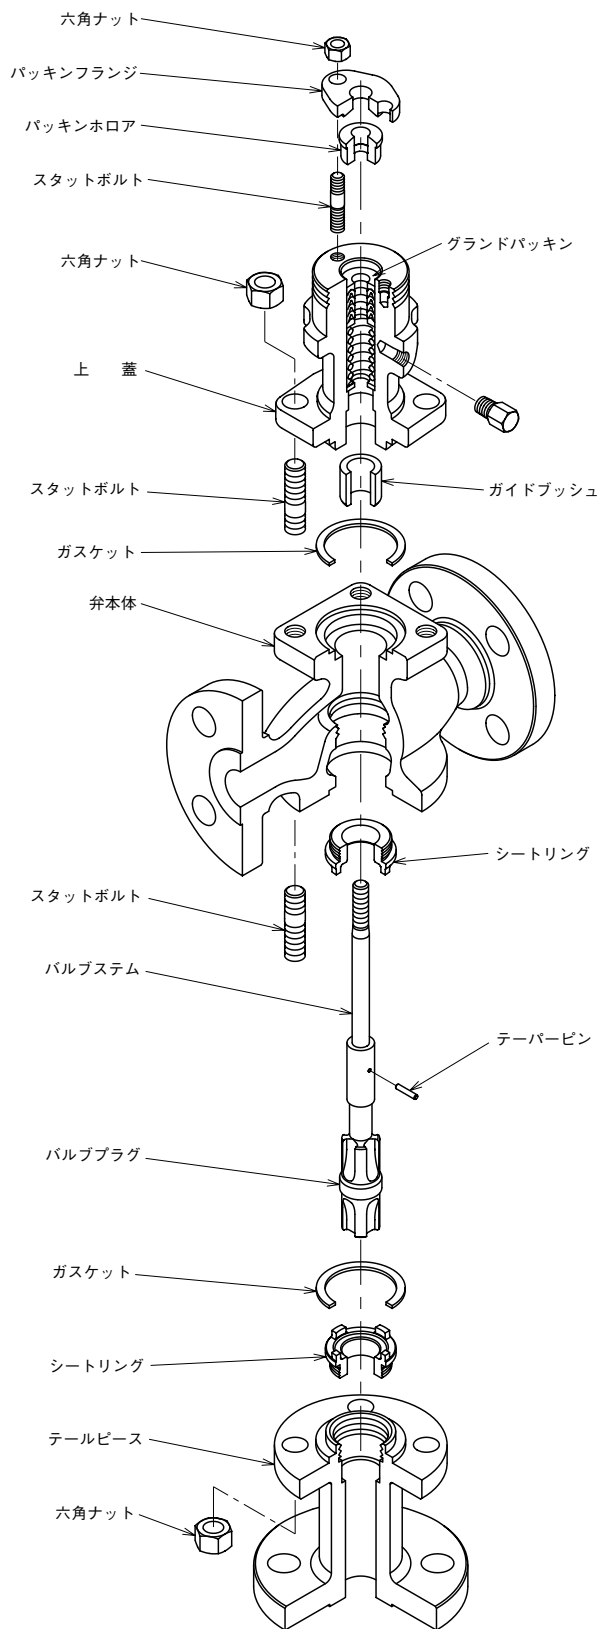

図4-1 AMT形 1B
分解組立は図4-1～4-4 本体部の部品分解図を参照して次のように行います。
■混合形(AMT)の場合：図4-1～4-3参照
■混合形(AMT形)の場合：図4-1～4-3参照